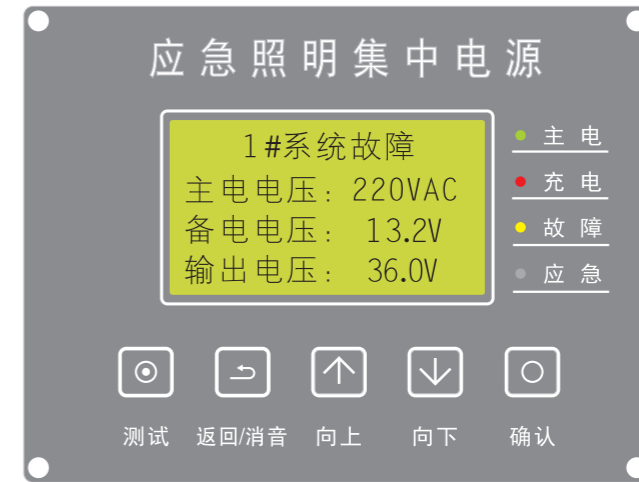

图10
(5)、系统故障：当系统出现故障时，显示屏显示【N#系统故障】并有故障声提示，故障状态指示灯点亮，按【向下】键或查询【故障信息】均可显示故障详情，如图10所示；将故障排除后，系统自动恢复至正常状态。